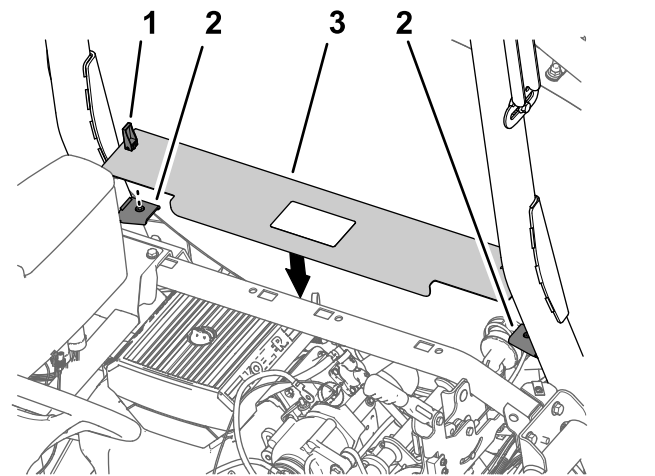

Bild 221
1. Fluchten Sie die Riegel der Motorabdeckplatte mit den Büchsen in den Plattenstützhalterungen am Überrollbügel aus (Bild 221).
2. Montieren Sie die Platte an den Halterungen (Bild 221).
3. Drehen Sie die Griffriegel nach unten, um die Platte an den Halterungen zu befestigen (Bild 221).